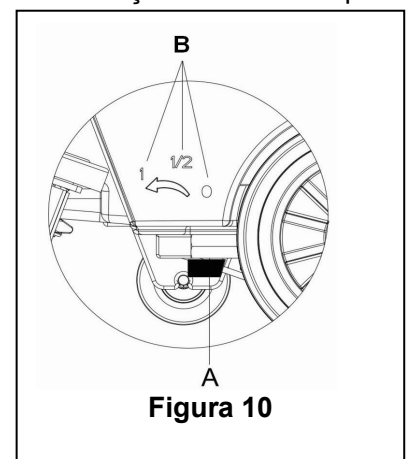

Figura 10
A regulação da alavanca da válvula de bola (A, Figura 10) deve ser realizada quando o interruptor de energia (41) está na posição "O".
12. O volume do fluxo de água pode ser ajustado através da alavanca da válvula de bola (A, Figura 10) de acordo com a quantidade de água necessária para escovar o chão.
2. Segure o interruptor de segurança (1) (de acordo com a Figura 10), empurre para mover a maquina e inicie a limpeza.